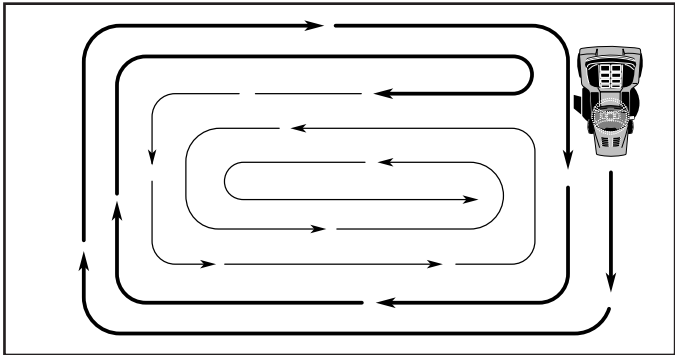

FIG. 10
- Pour tonder une grande surface, on vous conseille de commencer par tourner à droite, de façon à ce que l'herbe ne soit pas déversée sur les arbustes, les clôtures, les allées, etc. Après un ou deux tours, tondez en sens inverse en tournant à gauche jusqu'à ce que le travail soit achevé (Voir la Fig. 10).